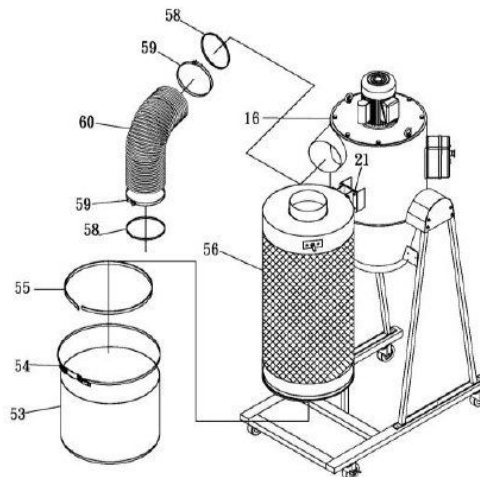

Рисунок 6.
Шаг 6-1. Установите прокладки (58) в форме кольца на входные отверстия жестяного фильтра (56) и главного корпуса (16). Затем установите и зафиксируйте шланг (60) на входные отверстия жестяного фильтра (56) и главного корпуса (16) при помощи хомута (59). См. рис. 6.
Шаг 6-2. Установите прокладку (55) в форме кольца на дно жестяного фильтра (56), затем установите и затяните пластиковый мешок (53) на дно жестяного фильтра при помощи зажима мешка (54). См. рис. 6.